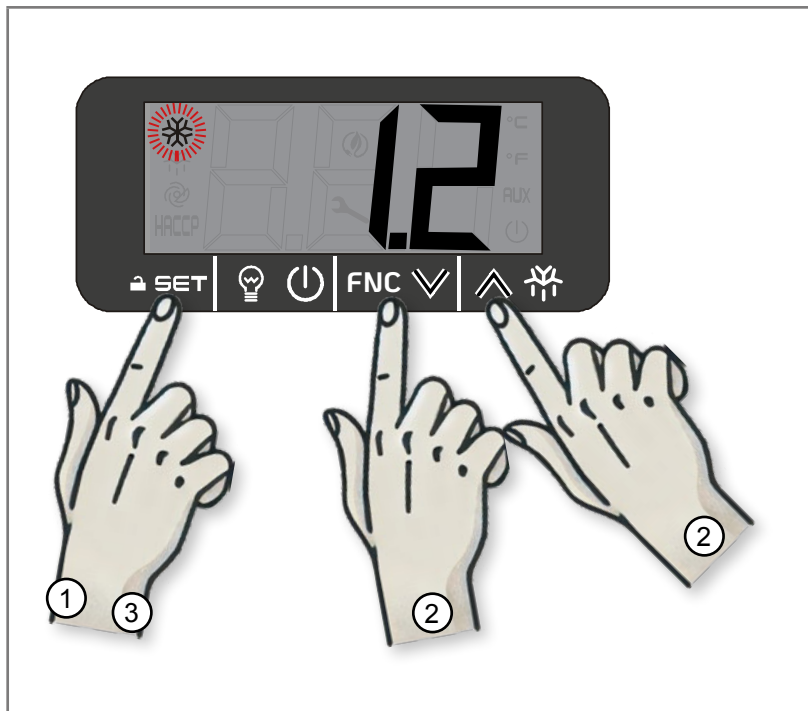

Abb. 5.14 - Temperatur-Sollwert
1. Berühren Sie die Taste SET (1 – Abb. 5.14): Auf dem Display blinkt das Kompressor-symbol und die aktuell eingestellte Temperatur (°C) wird angezeigt.
2. Berühren Sie die Taste DOWN (2 – Abb. 5.14) oder die Taste UP (2 – Abb. 5.14) innerhalb von 15 Sekunden, um den Temperaturwert (°C) einzustellen.
3. Berühren Sie die Taste SET (3 – Abb. 5.14) oder führen Sie 15 Sekunden lang keine Eingabe durch